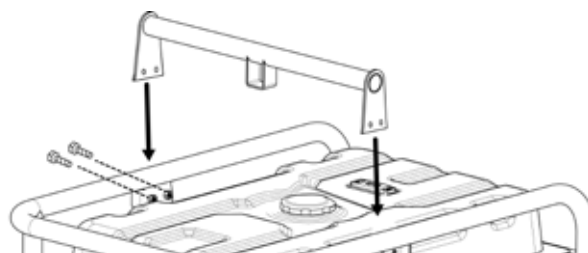

Figura 4 - Instale el soporte de elevación en WPro12000
3. Ubique el cable negativo (-) conectado al cable del alternador, quite la atadura y diríjase al poste negativo (-) de la batería. Consulte la figura 4 a continuación para conocer la ubicación del cable negativo (-).